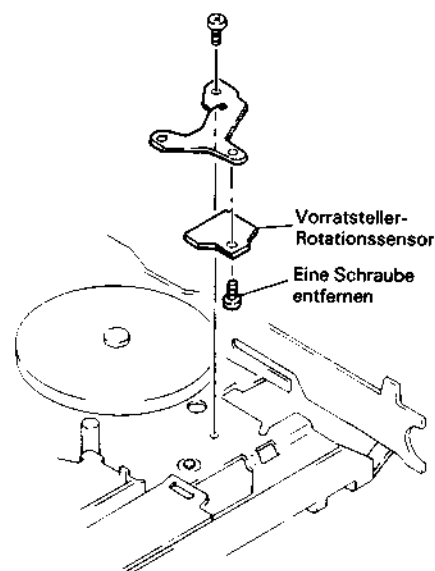

Abb. 2.106 Ausbau des Sensorhalters und des Vorratsteller-Rotationssensors
9. Eine (1) Befestigungsschraube des Vorratsteller-Rotationssensors entfernen (siehe Abb. 2.106).